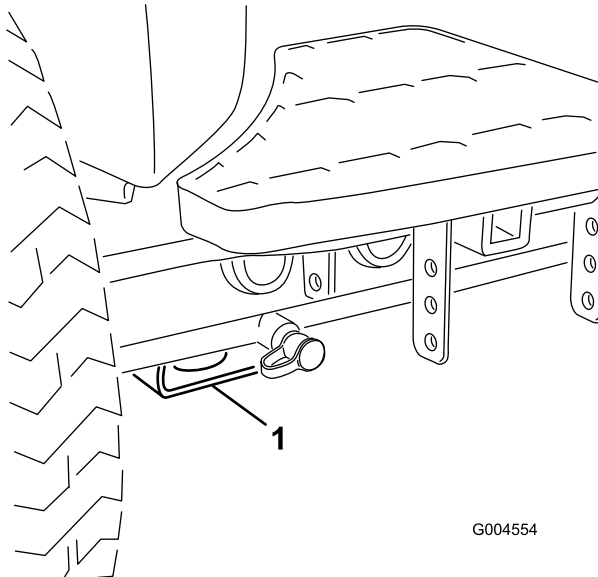

Figura 28
- **Parte delantera de la máquina** – bloque rectangular, debajo del tubo del eje, al interior de cada rueda delantera (Figura 28).